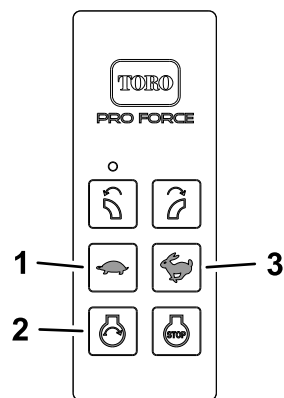

Figura 19
3. Regolate la velocità del motore utilizzando il telecomando e premendo il pulsante di AUMENTO DELLA VELOCITÀ DEL MOTORE o il pulsante di DIMINUZIONE DELLA VELOCITÀ DEL MOTORE (Figura 19).
1. Premete e tenete premuto il pulsante di AVVIAMENTO DEL MOTORE (Figura 19) sul telecomando fino a quando il motore non si avvia.